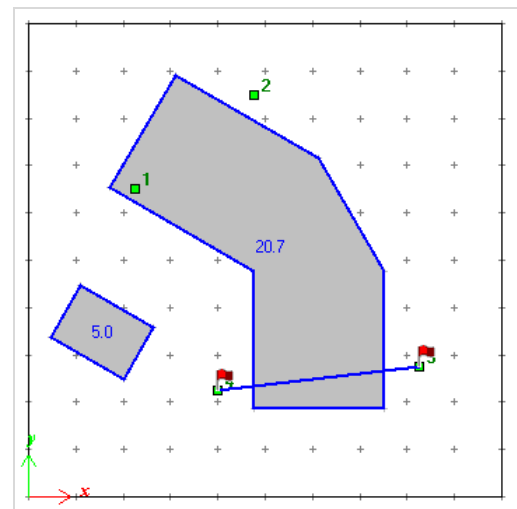

Рис. 11.5.3. Произвольный разрез
- На схеме щелчком мыши укажите скважину №3 (16, 9), а затем скважину №4 (33, 11) (рис. 11.5.3).